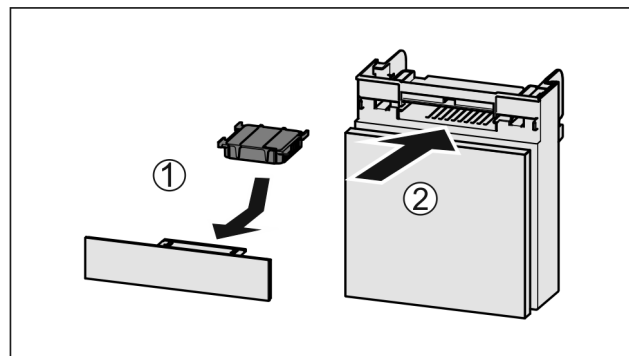

Fig. 117
- Aktivkohlefilter nach Abbildung einsetzen Fig. 117 (1).
- Fach einschieben Fig. 117 (2).